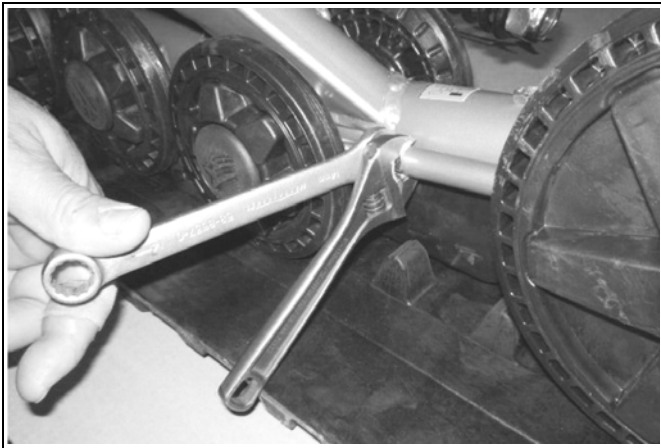

Abbildung 14
- Stellen Sie die Spannung der Gummikette auf den Minimalwert ein (siehe Abbildung 14).